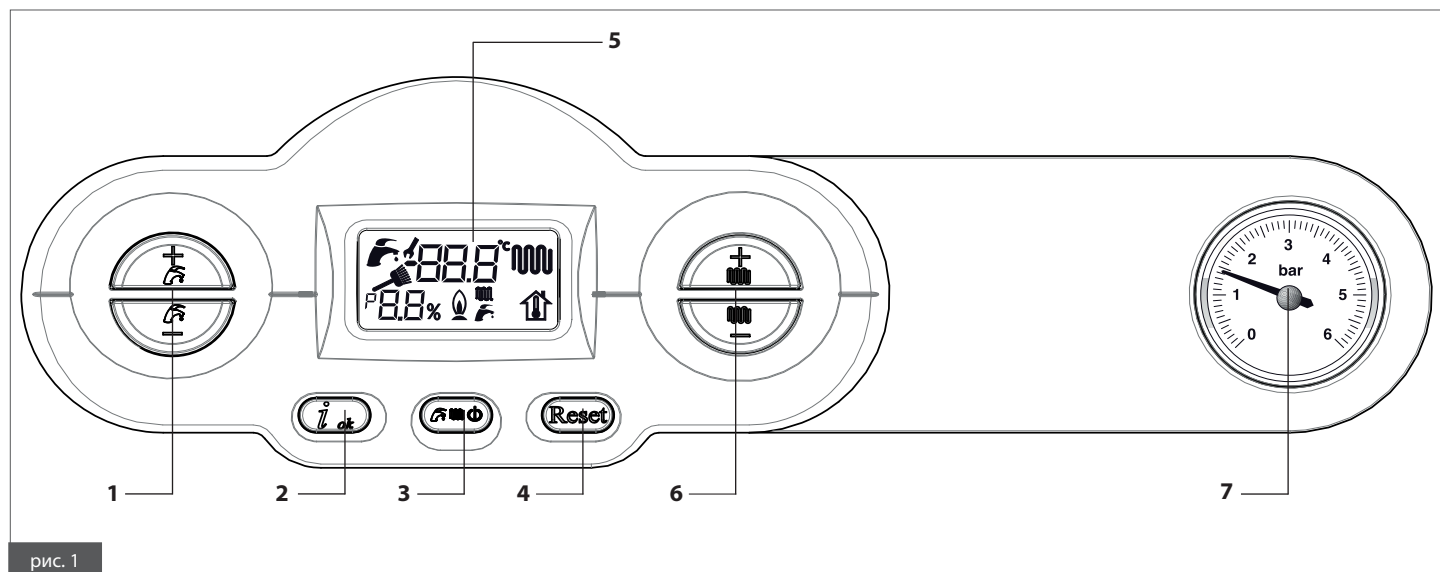
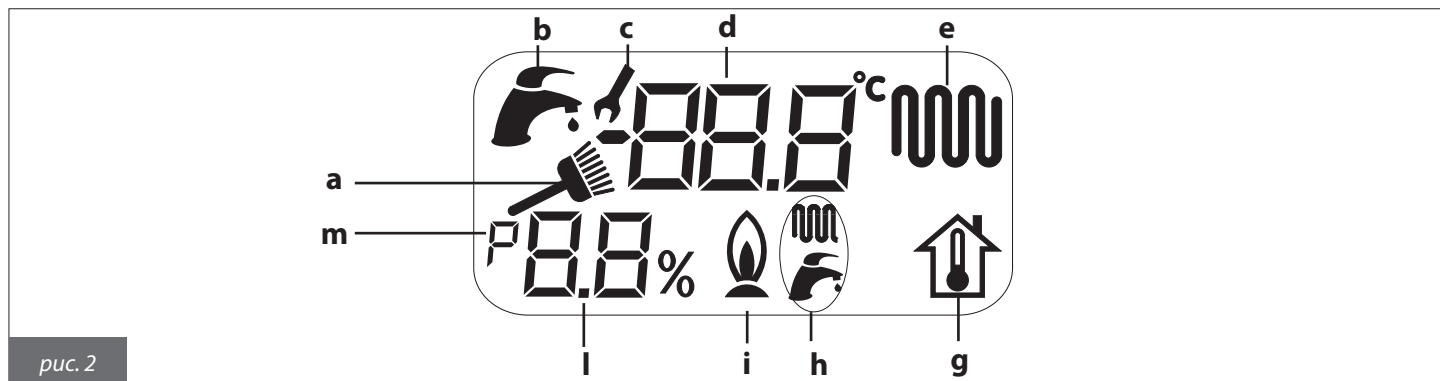

рис. 1
рис. 2
На ЖК-дисплее отображается состояние котла и сведения о его работе (рис. 2).
Индикатор горит и мигает во время активности функции «трубочист» (одновременно нажать кнопки «данные» [«info»] (2, рис. 1) и «перезапуск» [«reset»] (4, рис. 1). При этом демонстрируется температура подачи котла (l, рис. 2) и величина напряжения, поданного на модулятор газового клапана (d, рис. 2).
Мигает в процессе регуляции/выбора температуры ГВС с помощью кнопок 1 (рис. 1).
Мигает в процессе регуляции температуры контура отопления с помощью кнопок 6 (рис. 1).
Горит если подключен датчик температуры наружного воздуха, мигает во время установки фиктивной комнатной температуры с помощью кнопок 6 (рис. 1).
- Выбрать режим работы котла с помощью кнопки **3** (рис. 1): OFF/ЛЕТО/ЗИМА/ТОЛЬКО ОТОПЛЕНИЕ;
- Задать желаемую температуру теплоносителя в контуре отопления с помощью кнопок **6** (рис. 1);
- Задать температуру ГВС с помощью кнопок **1** (рис. 1);
Когда температура теплоносителя в контуре отопления ниже заданной, загорается символ контура отопления  (**e**, рис. 2).
Когда появляется пламя, загорается символ  (**i**, рис. 2).
Во время выбора температуры на экране мигает символ контура отопления (**e**, рис. 2) и демонстрируется показатель температуры воды, изменяемый в данный момент.
Когда температура теплоносителя в контуре отопления ниже заданной, на экране появляется немигающий символ контура отопления (**e**, рис. 2), и отображается температура воды в подающей магистрали контура отопления.
Когда появится пламя, загорается символ включенной горелки (**i**, рис. 2).
Во время выбора температуры на экране мигает символ контура ГВС (**b**, рис. 2) и демонстрируется показатель температуры ГВС, изменяемый в данный момент.